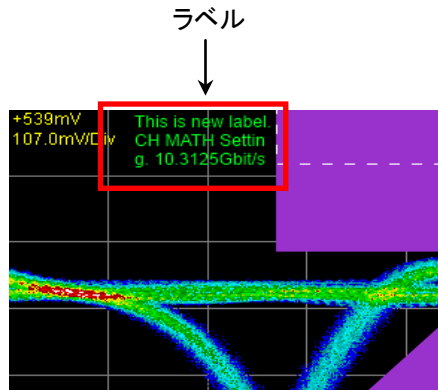

図6.9.8-1 ラベル表示
3. ラベルの表示開始位置を指定したい場合は、[Preset Information] を [Off] に設定します。[Preset Information] が [On] の場合は、固定のエリア (図 6.9.8-1の位置) にラベルが表示されます。